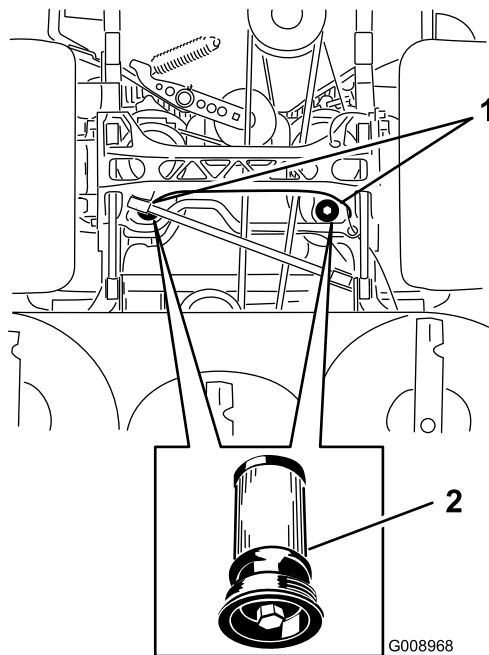

Bild 81
5. Stellen Sie eine Auffangwanne unter den Filter, nehmen Sie den alten Filter heraus und reinigen Sie die Oberfläche (Bild 81).
6. Ölen Sie die Gummidichtung am Ersatzfilter leicht mit Hydrauliköl ein (Bild 81).